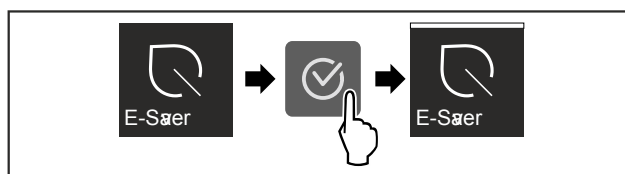

Fig. 15
- ▶ Seguir los pasos de procedimiento (consulte Fig. 15).